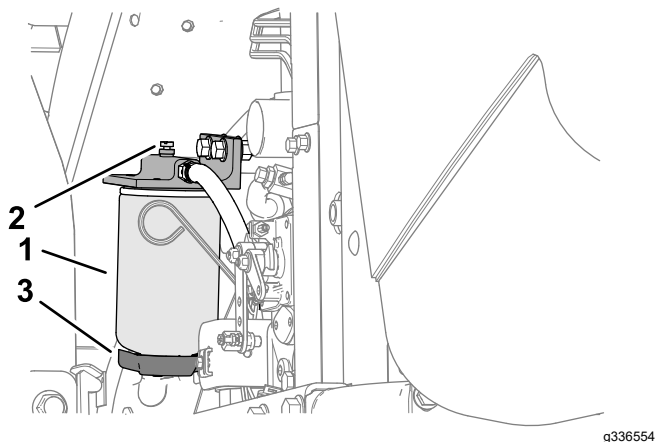

Bild 71
4. Lösen Sie das Ablassventil an der Unterseite der Filterglocke (Bild 71).
3. Reinigen Sie den Anbaubereich der Filterglocke (Bild 71).